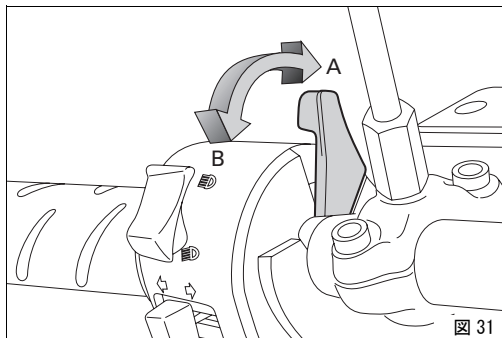

図 31
2) スターターレバーを (B, 図 31) の位置に動かします。
5) その後、エンジンが徐々に暖機されたら、チョークレバーを徐々に縦位置 (A、図 31) に動かします。エンジンが定常温度に達していれば、チョークレバーを完全に閉じてもアイドル回転数に保たれます。